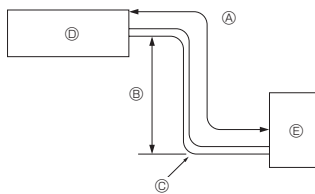

Fig. 2-1
2.1. Cev za hladilno sredstvo (Fig. 2-1)